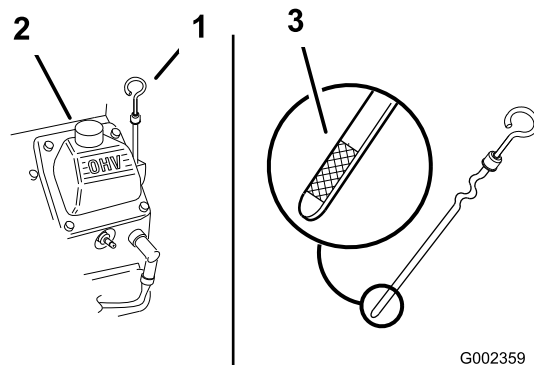

图 20
3. 清洁量油尺周围的区域图 20 防止灰尘落入注油孔并损坏发动机。
4. 拧下量油尺并将端部擦拭干净图 20。
5. 将量油尺完全滑入加油管但切勿旋回管子图 20。
6. 慢慢向加油管图 20 注入规定油量的大约 80%。